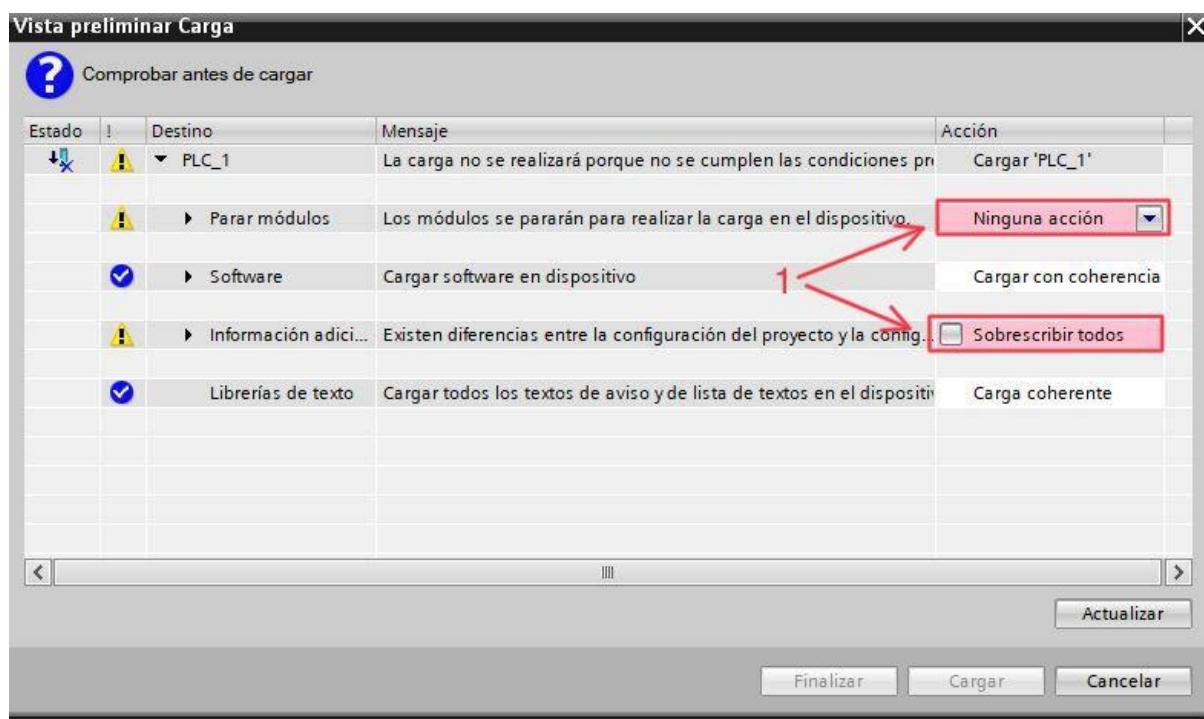

Ilustración 64
Al iniciar el proceso de transferencia, el programa iniciará una serie de procesos de compilación para comprobar que no hay errores en el programa, y al terminar nos saldrá esta ventana (*Ilustración 64*) donde habrá dos pestañas en rojo (1), estas pestañas son las que hay que modificar para poder cargar el programa.